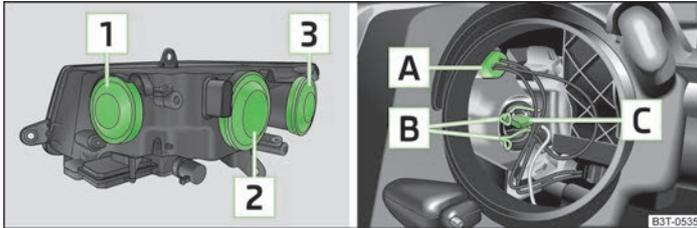

Abb. 186 Frontscheinwerfer: Glühlampenordnung / Glühlampen für Stand- und Fernlicht ausbauen
Übersicht der Glühlampenordnung » Abb. 186.
- › Die Gummiabdeckung  » Abb. 186 abnehmen.
- › Die Fassung  » Abb. 186 herausnehmen.